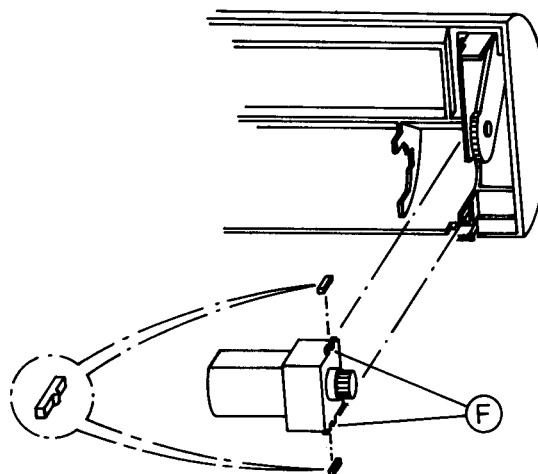

Fig. 3
- Keile auf die Nasen (F) des Motors stecken und den Motor in die Klemmhalterung drücken (Fig. 3).
- Fit the keys onto the projections (F) of the motor and push the motor into the holder (Fig. 3).